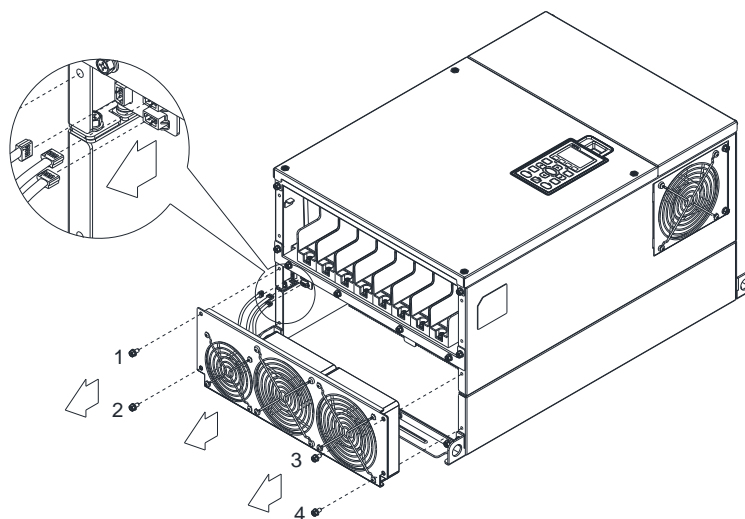

Рис. 2
1. Выкрутите винты 1–4 (Рис. 2) отсоедините кабель питания и снимите вентиляторы. Момент: 24–26 кг-см / [20.8–22.6 ф-дм] / [2.4–2.5 Нм]